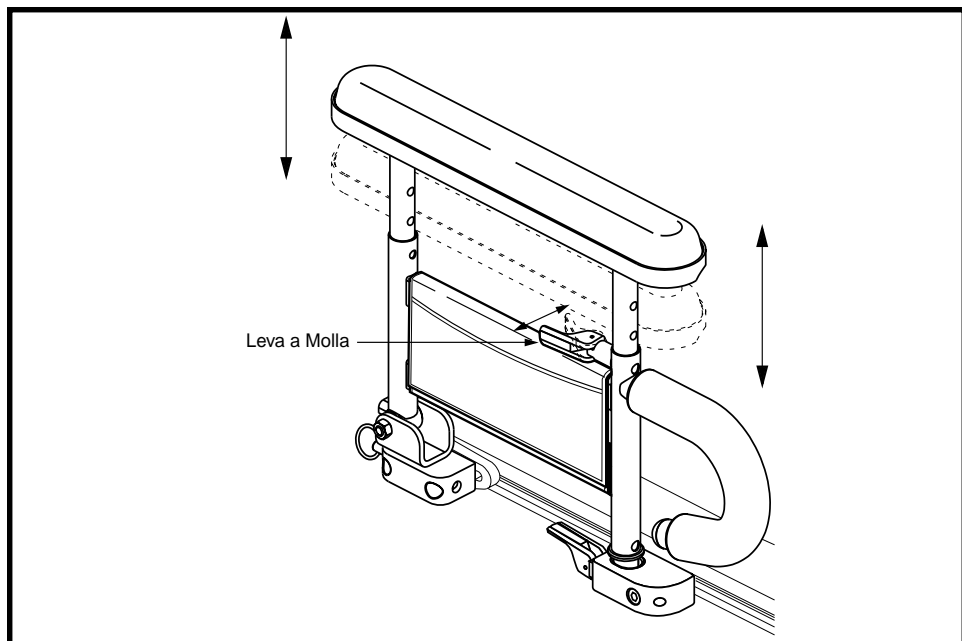

Figura 19. Regolazione altezza bracciolo pieghevole a doppio supporto
1. Spingere la leva a molla verso l'interno. Vedere figura 19.